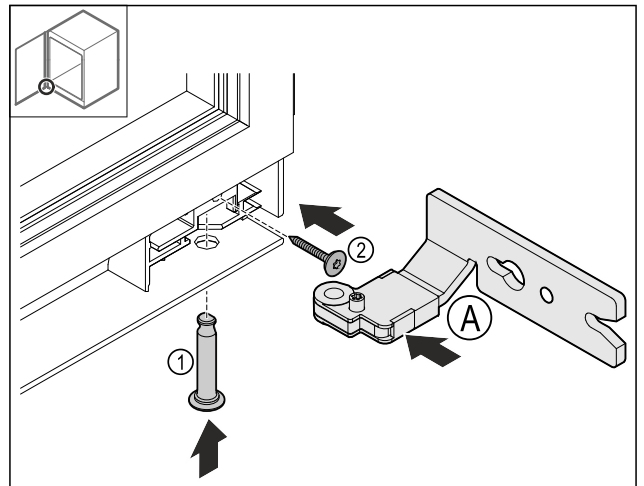

Fig. 27
- Τοποθετήστε τον κάτω μεντεσέ Fig. 27 (A).
- Τοποθετήστε και συγκρατήστε τον πείρο Fig. 27 (1).
- Σφίξτε τη βίδα Fig. 27 (2).